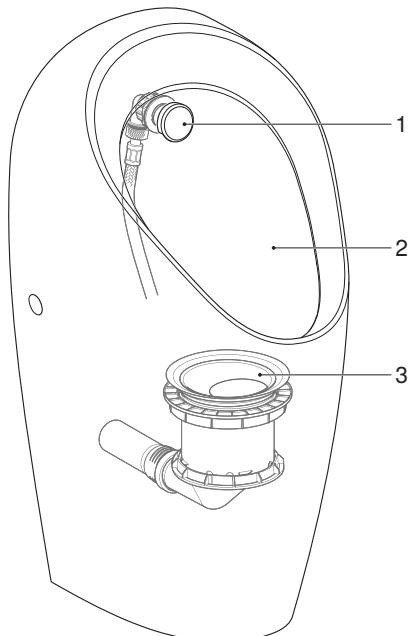

Рисунок 1: Писсуары Geberit Selva, Preda и Tamina для встроенной системы смыва
- Виконайте інструкції, див. рис. 1, сторінка 100.